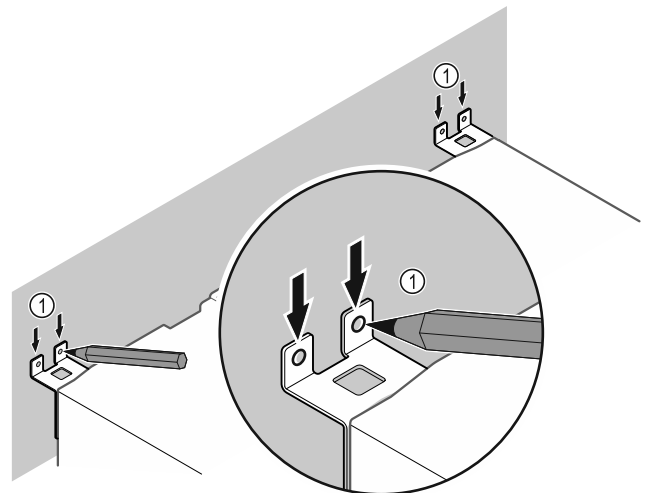

Fig. 12
- ▶ Κάντε σημάδια στον τοίχο Fig. 12 (1).